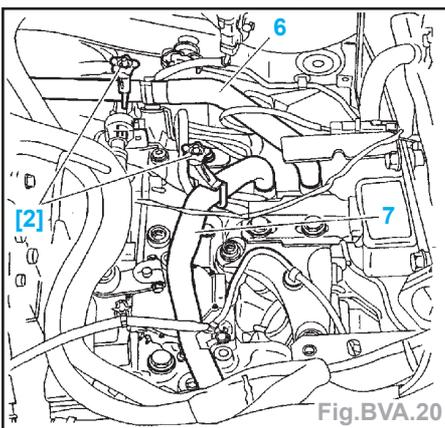

Fig. BVA.20
• le calculateur de direction assistée électrique (4).
• la batterie (1) et son bac à batterie (3),
• le boîtier filtre à air (5).
- A l'aide du jeu de pinces durits [2], pincer les durits (6) et (7) (Fig. BVA.20).